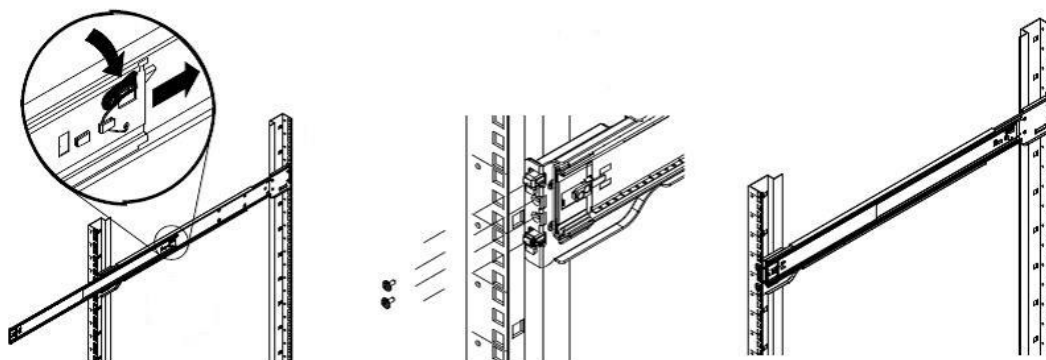

*Рисунок 30 – Установка внутренних направляющих*
– установка внутренних направляющих (см. Рисунок 30):